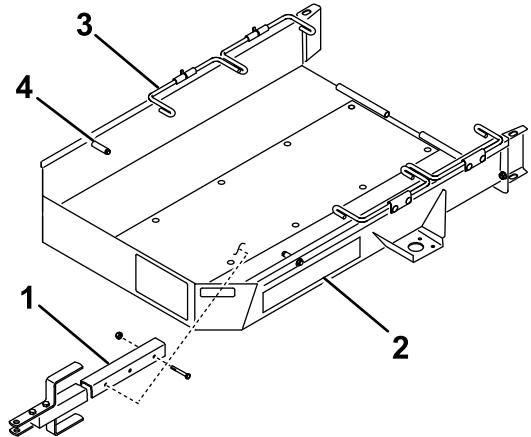

Figura 1
1. Fissate il gruppo timone alla staffa di montaggio nella parte sottostante del pianale del rimorchio con 2 bulloni ($\frac{3}{8}$ " x $2\frac{3}{4}$ ") e 2 dadi di bloccaggio (Figura 1).
6. Ruotate la prima serie di aste delle ruote verso il basso dietro alle ruote di trasporto (Figura 1).
4. Posizionate l'acceleratore sulla velocità minima e conducete **lentamente** la macchina sopra il rimorchio finché le ruote di trasferimento entrano in contatto con i fermi del rimorchio (Figura 1).